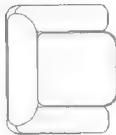

图 3-70
**步骤 1:** 打开一个名为“绘制点命令(细化沙发).dwg”文件, 如图 3-70 所示。